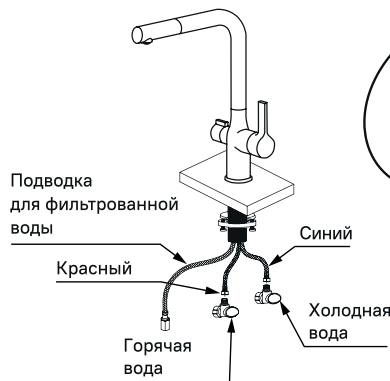
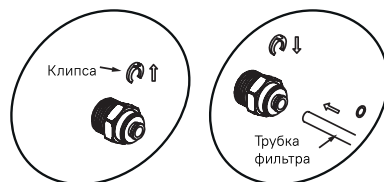

Рис. 4
Рис. 5
4. Подключите гибкую подводку к системе водоснабжения (рис. 4). При затяжке накидных гаек необходимо придерживать рукой шланг гибкой подводки (рекомендуется подключение холодной воды справа, горячей – слева). Соедините подводку для фильтрованной воды с адаптером, а затем подсоедините фильтр (рис. 5). При подключении фильтра следуйте инструкции производителя фильтра.